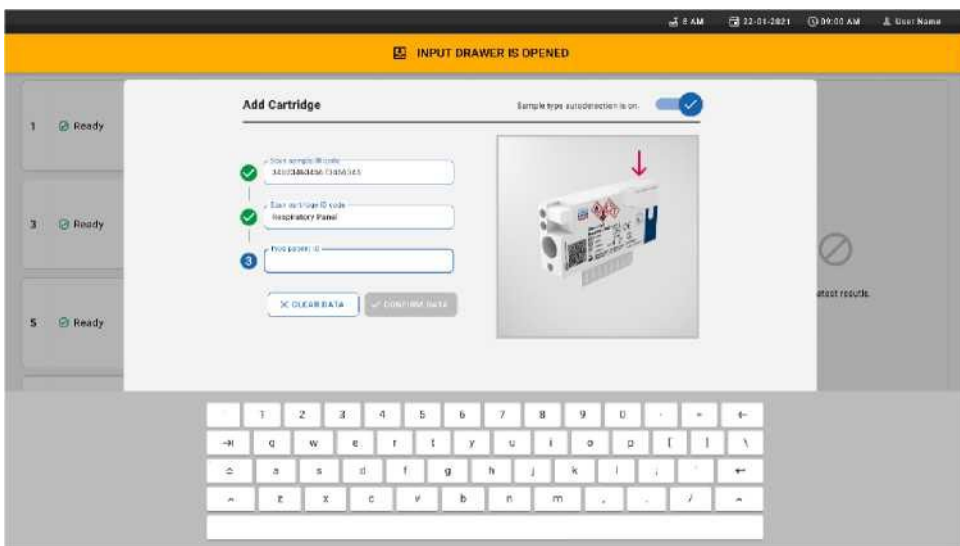

Рис. 24. Сканирование экрана идентификатора картриджа QIAstat-Dx Respiratory SARS-CoV-2 Panel.
8. После ввода штрих-кода идентификатора образца отсканируйте штрих-код картриджа QIAstat-Dx Respiratory SARS-CoV-2 Panel, который будет использоваться (положение указано стрелкой). QIAstat-Dx Rise автоматически распознает анализ, который необходимо выполнить, на основе штрих-кода картриджа QIAstat-Dx Respiratory SARS-CoV-2 Panel (рис. 24).